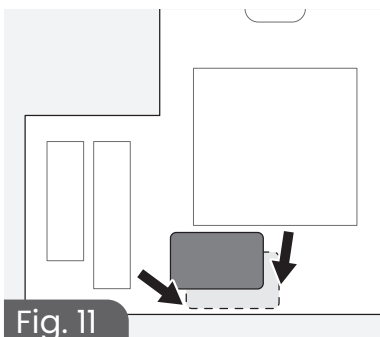

Fig. 11
2. **Alinee** la nueva etiqueta de envío (f) con la etiqueta de envío existente y péguela sobre la etiqueta de envío existente (fig. 11).